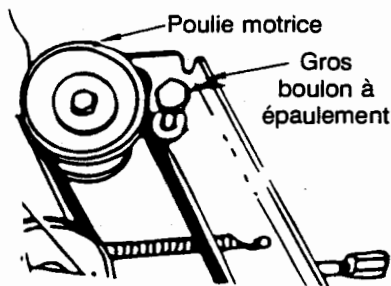

FIGURE 15
- Utilisez une clé à molette pour enlever le gros boulon à épaulement et la rondelle sur la gauche de la poulie motrice. Voir la Figure 15.
- Remontez le gros boulon à épaulement et la rondelle frein, comme à la Figure 15.